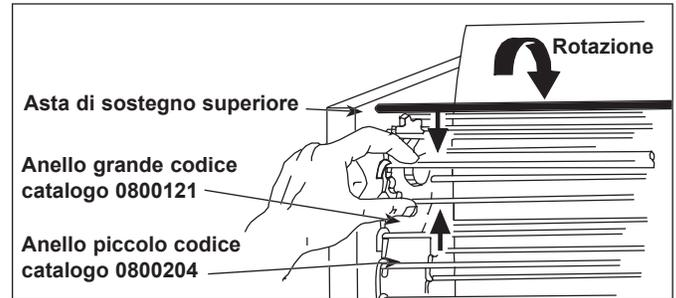

Figura 14. Rimozione del nastro del trasportatore
Con il passare del tempo, gli anelli della catena del trasportatore si usurano e la catena si allenta fino a diventare lasca in corrispondenza delle ruote dentate. Questo problema è facilmente risolvibile eliminando uno o due anelli da ciascun lato della catena. Ogni lato della catena presenta due anelli più piccoli (1,3 cm o 0,5") rispetto a quelli normali (di 1,9 cm o 0,75" di lunghezza; figura 14).
2. Staccare la catena del nastro trasportatore avvicinando tra loro due anelli e sganciando le due estremità di uno di essi (figura 14).
2. Inserire la nuova catena del nastro trasportatore sulle ruote dentate con le estremità dei ganci rivolte verso il basso. Verificare che la posizione sia corretta (figura 14).
NOTA: le estremità dei ganci devono essere rivolte verso il basso (figura 14).